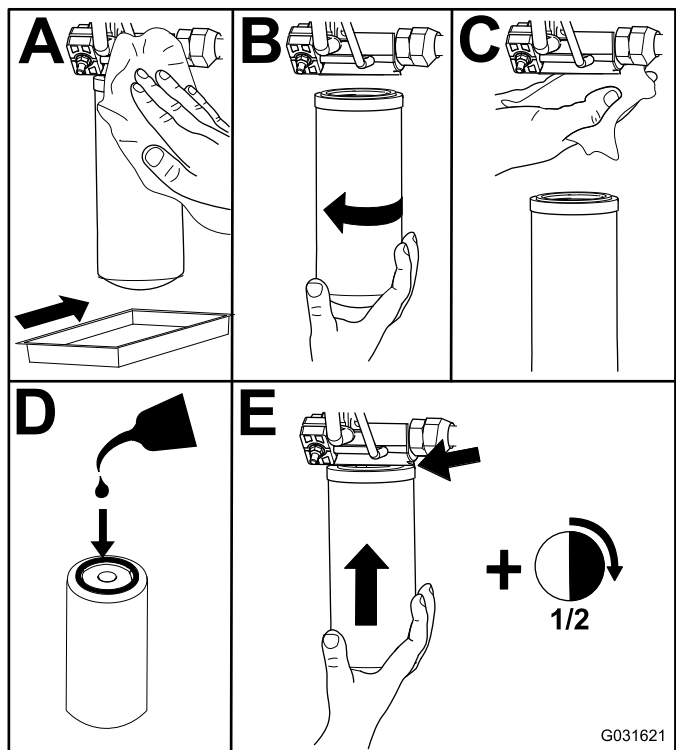

Figura 119
2. Sostituite i filtri idraulici (Figura 119).